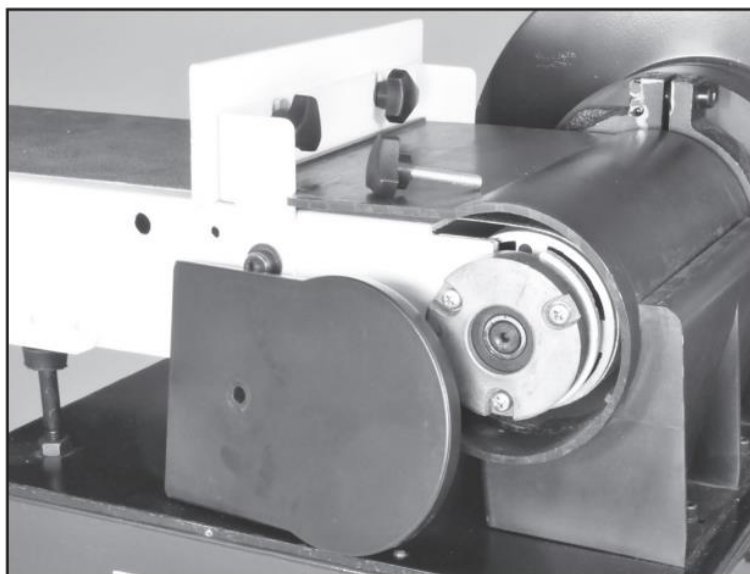

Рис.21
1. Снимите пластиковую боковую крышку с рамы, открутив ручку. Рис. 21.